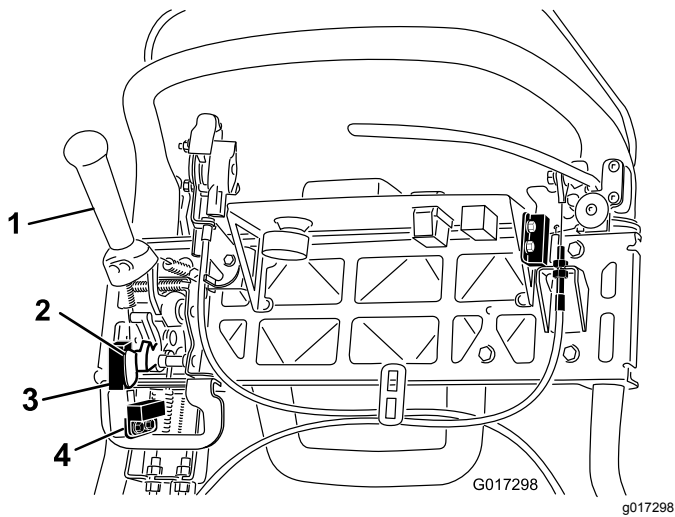

Figura 44
- Afloje las fijaciones de montaje del interruptor de seguridad (Figura 44).
- Coloque un suplemento de 1,6 mm (0,062") de grosor entre la palanca de tracción y el interruptor de seguridad (Figura 44).
- Afloje las fijaciones del sensor de siega (Figura 44).
- Coloque un suplemento de 1,6 mm de grosor entre la bandera del sensor de siega y el sensor de siega (Figura 44).